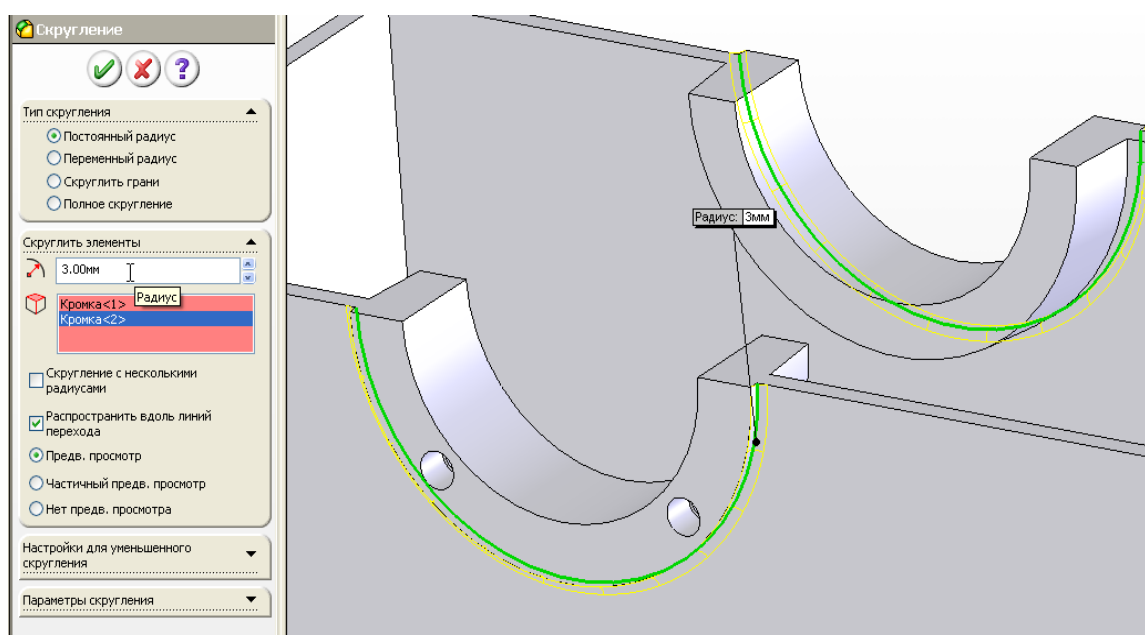

Рис. 45
3. Для значения радиуса поставить 3 мм (рис. 45).